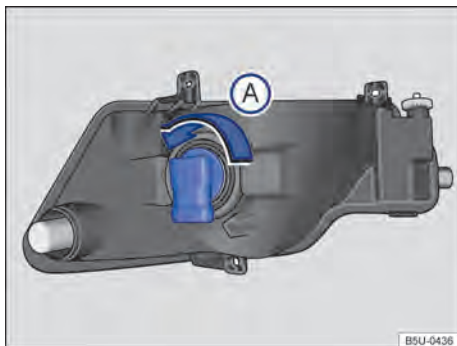

Fig. 156 Atrás do para-choque dianteiro: acesso à lâmpada incandescente do farol de neblina.
- 3 Girar o soquete da lâmpada → Fig. 156, no sentido anti-horário da seta [A], e desencaixá-lo do alojamento.
- ⑧ Certificar-se de que o soquete está corretamente fixado no conjunto.
- ⑨ Encaixar o conector de alimentação da lâmpada.